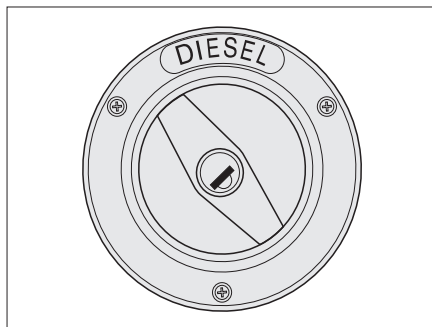

Fig. 28 Couvercle de fermeture du bec de remplissage du carburant
- Insérer la clé dans le barillet (Fig. 28,1) et la tourner dans le sens inverse des aiguilles d'une montre.